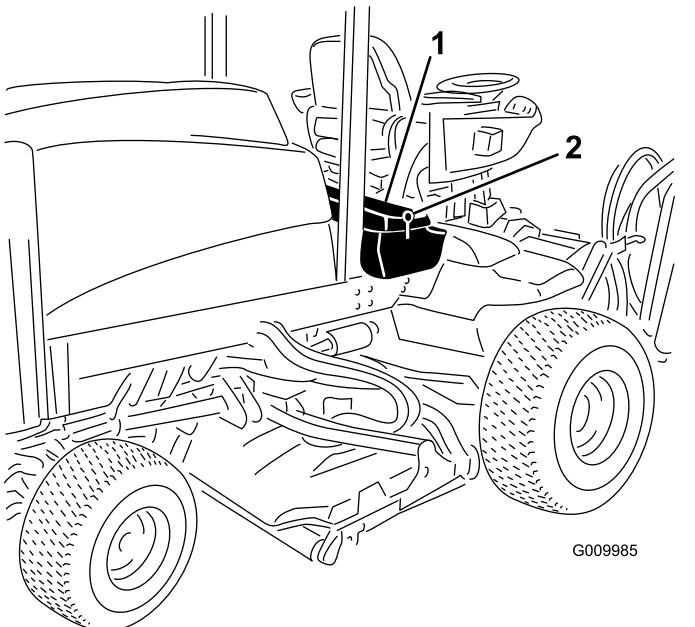
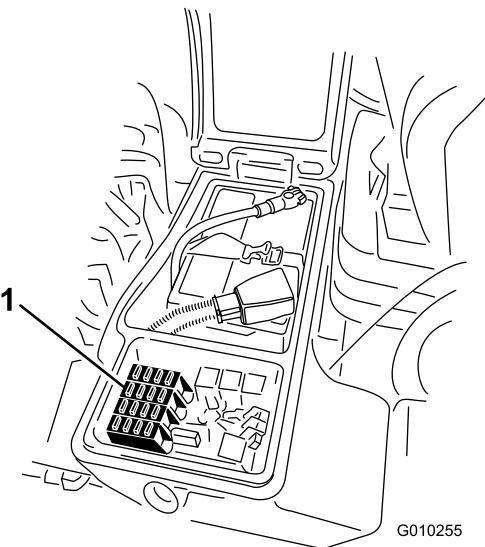

Figura 100
Figura 101
1. Afloje el enganche de la cubierta de la caja de almacenamiento derecha y eleve la cubierta (Figura 100).
2. Sustituya el fusible o los fusibles abiertos tal y como sea necesario (**Figura 101**).
1. Afloje el enganche de la cubierta de la caja de almacenamiento derecha y eleve la cubierta (Figura 100) para exponer el bloque de fusibles (Figura 101).
3. Cierre la cubierta de la caja de almacenamiento derecha y fíjela con el enganche (Figura 100).